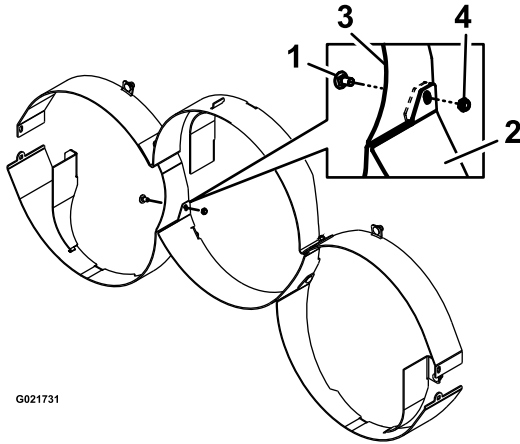

Figura 3
- Instale el deflector trasero central usando 2 pernos de cuello cuadrado ($\frac{3}{8}$ " x $\frac{7}{8}$ ") y 2 contratuercas ($\frac{3}{8}$ "), como se muestra en la Figura 3.
Nota: Este deflector se instala entre las pestañas de los deflectores delanteros exteriores (Figura 3).
Nota: En el punto de unión de los deflectores delanteros exteriores, los deflectores traseros exteriores y el deflector trasero central, instale 2 pernos de cuello cuadrado ($\frac{3}{8}$ " x $\frac{7}{8}$ ") y las dos contratuercas ($\frac{3}{8}$ "), como se muestra en la Figura 3.